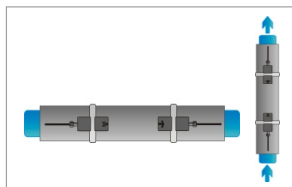

Рис. 1. Точки крепления
- На горизонтальном участке трубопровода устанавливайте датчики на боковой части трубы. На вертикальном участке - в местах восходящего потока (Рис. 1).